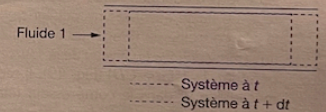

Figure 48
a) Soit le système contenu à l'instant t entre l'entrée et la sortie pour le fluide 2. À l'instant $t + dt$, il s'est un peu déplacé (Fig. 48). On applique à ce système **fermé** le premier principe de la thermodynamique, ce qui mène à :